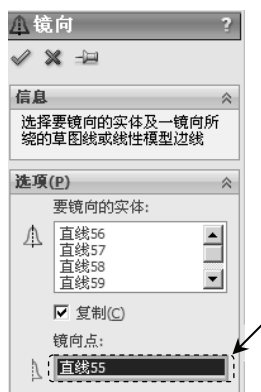

图 2.7.22 “镜向”对话框
Step 2 选择命令。选择下拉菜单 **工具(T)** → **草图工具(T)** →  **镜向(M)** 命令，系统弹出图 2.7.22 所示的“镜向”对话框。
Step 4 定义镜像中心线。在“镜向”对话框中单击图 2.7.22 所示的文本框使其激活，然后在系统 **选择镜向所绕的线条或线性模型边线** 的提示下，选取图 2.7.21a 所示的构造线为镜像中心线，单击  按钮，完成草图实体的镜像操作。